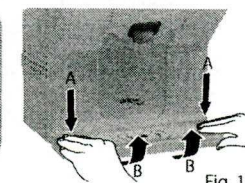

Fig. 10
Para retirar o aparador de água pressione (A) com as pontas dos dedos e, ao mesmo tempo, levante-o com os dedos polegares (B) conforme indicado (Fig. 10).